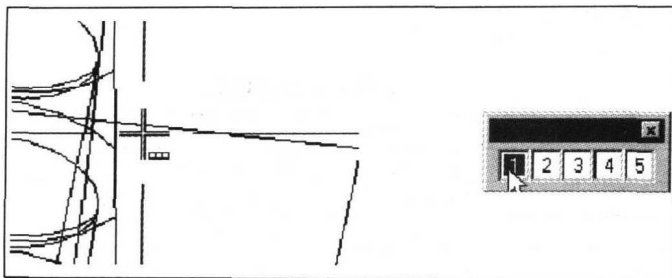
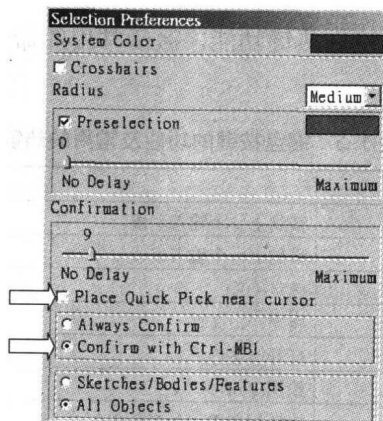

图 1.7 选择对象的 Quick Pick(快速选择)对话框
图 1.8 关闭 Quick Pick(快速选择)对话框模式
- **Selection Ball(选择球):** 在选择对象或使用选择命令时所出现的工具。选择球的形状不同代表所选到的对象也不同。例如，在绘图窗口中，当所执行的命令需要选择对象时，选择球出现如图 1.7 所示的十字光标和 **Quick Pick(快速选择)** 对话框，这就说明系统不只选到一个对象。单击鼠标，如果出现如图 1.7 右方所示的 **Quick Pick(快速选择)** 对话框，可移动鼠标到 1、2、3、4 或 5 选项上进行选择，系统将用默认的颜色(紫红色)显示这几个选项所对应的选取对象。
如果在选择对象时,不想显示如图 1.7 所示的 Quick Pick(快速选择)对话框,只需要更改 Preference(预设置)→Selection(选择)中的选项设置即可(图 1.8)。